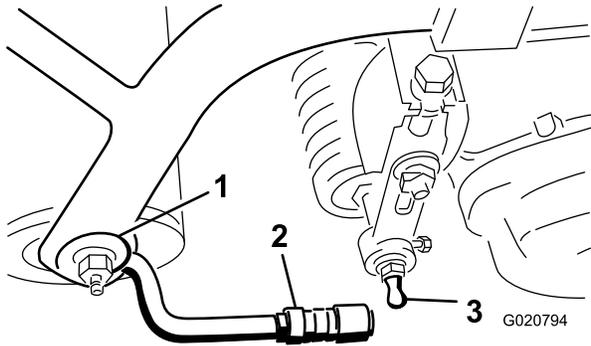

Figura 8
3. Recue a manga da carcaça do terminal esférico e acople a carcaça ao pino da unidade de corte. Solte a manga para que esta deslize sobre o pino, travando juntos os conjuntos (Figura 8).